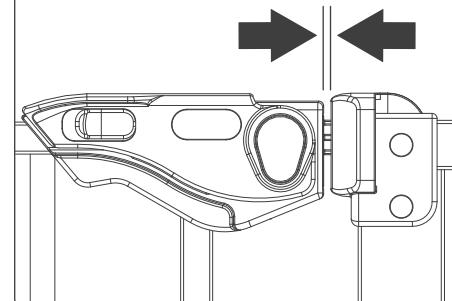
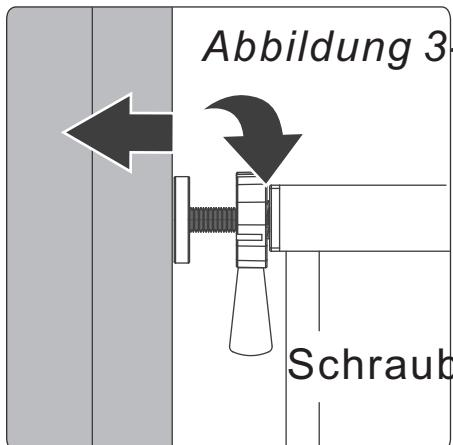

Abbildung 3-2
Abbildung 3-3
SCHRITT 3 Setzen Sie alle 4 Gewindestangen in die Wandhalter ein (*Abbildung 3-1*). Ziehen Sie die Räder mit dem Schraubenschlüssel fest. (*Abbildung 3-2 und Abbildung 3-3*) Ziehen Sie sie nicht zu fest an. Möglicherweise müssen Sie die Gewindestangen festhalten, während Sie die Einstellräder drehen, um sicherzustellen, dass sich die gesamte Einheit beim Einbau des Tores nicht dreht. Schraubenschlüssel